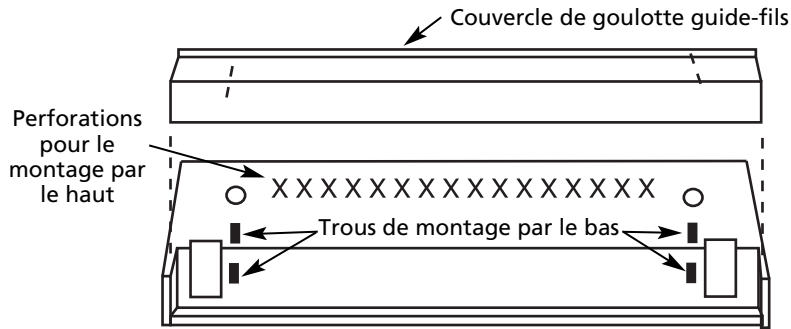

Figure 5
10. Si les trous de montage par le bas sont utilisés pour le montage (voir Figure 5), vérifier que les vis n'endommagent pas le câblage d'alimentation dans la zone située à l'arrière de la plinthe chauffante.
- b. Pour accéder à la goutte guide-fils, poser la plinthe chauffante avec sa face vers le sol et enlever les deux vis comme indiqué à la Figure 5. Enlever toutes les alvéoles défonçables dans les parties profilées des deux boîtes à bornes.
- Placer la plinthe chauffante contre le mur (utiliser les perforations en croix comme guide, voir la Figure 5) et fixer solidement à travers la rangée supérieure des trous de montage pré-perçés en utilisant au moins deux attaches, une à chaque extrémité de la plinthe chauffante. Si l'appareil est monté au-dessus du plancher pour permettre l'installation d'un tapis sous la plinthe chauffante, deux trous de montage supplémentaires sont disponibles à chaque extrémité sous l'élément chauffant. Ceci permet de visser dans la lisse d'assise si l'appareil ne peut être fixé sur deux montants adjacents.